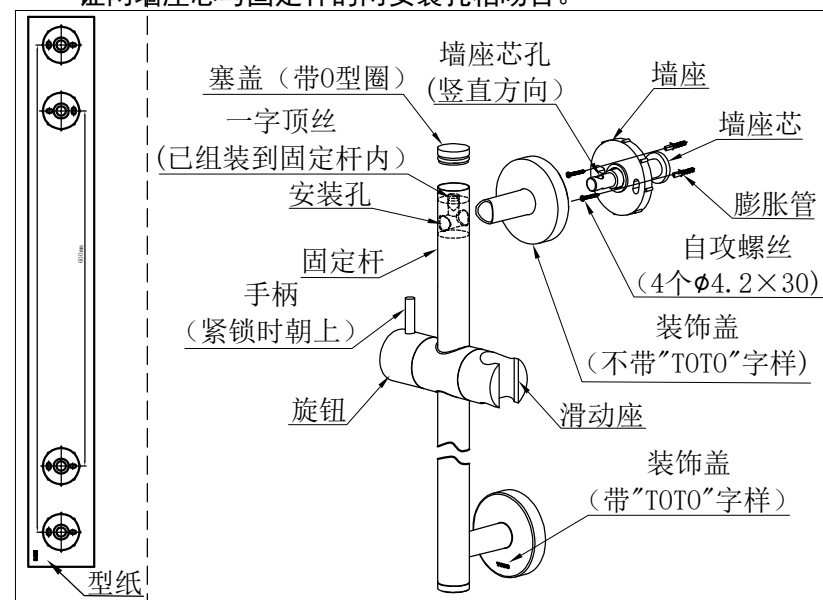

图1：淋浴支架的安装
- 如图1，将滑动式淋浴支架试组装起来，安装好固定杆、滑动座、墙座芯、墙座、装饰盖。（具体的组装过程可参照步骤3）